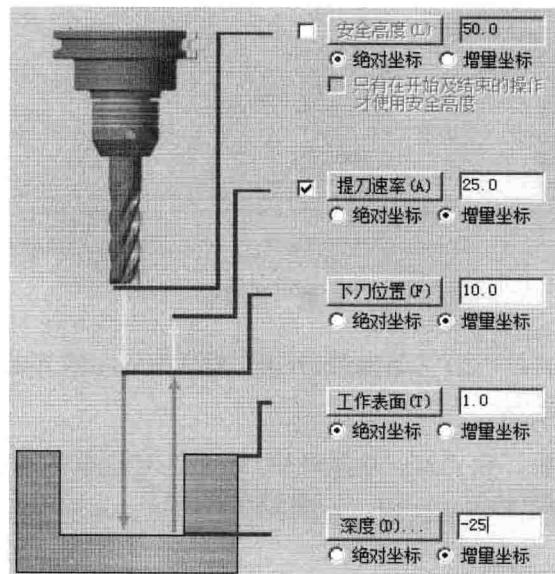

图 1.19 “共同参数”参数设置界面
Step13. 设置共同参数。在“2D 刀具路径-外形”对话框的左侧节点列表中单击 **共同参数** 节点，设置图 1.19 所示的参数。